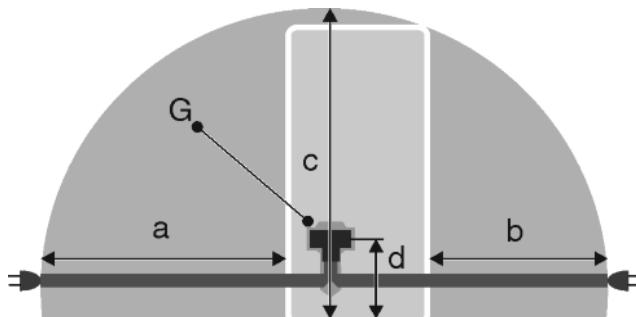

Fig. 24
- Розетка знаходиться за межами зони задньої стінки пристрою у заданому діапазоні Fig. 24 (a, b, c).
- Штекер пристрою Fig. 24 (G) вставити на задній стінці пристрою. Слід звернути увагу на належну фіксацію.